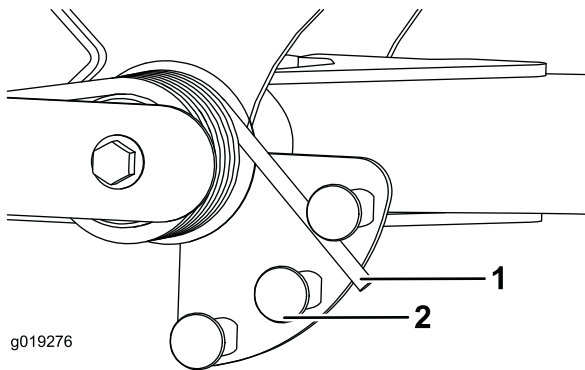

図 43
2. スプリングの長い方の端部にチューブのようなものを取り付けて、スプリングアクチュエータの周囲に巻きつけるようにして希望位置にセットする（図 43）。